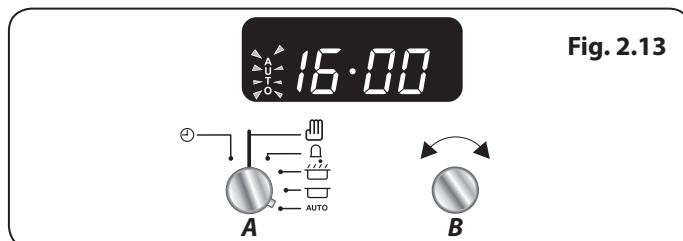

Fig. 2.13
6. Quando il programma avvia il forno, il simbolo della cottura appare sul display. Una volta trascorso il tempo specificato, si attiva un allarme e il forno multifunzione smette di funzionare. Il simbolo "In cottura" sul display scompare e la dicitura "AUTO" lampeggia (**Fig. 2.13**).